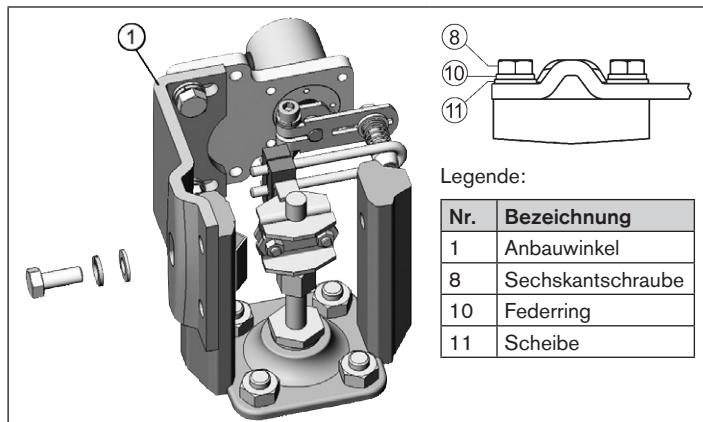

Bild 29: Anbauwinkel am Gussrahmen befestigen
→ Anbauwinkel (1) mit einer oder mehreren Sechskantschrauben (8), Federringen (10) und Scheiben (11) am Gussrahmen befestigen (siehe „Bild 29“).